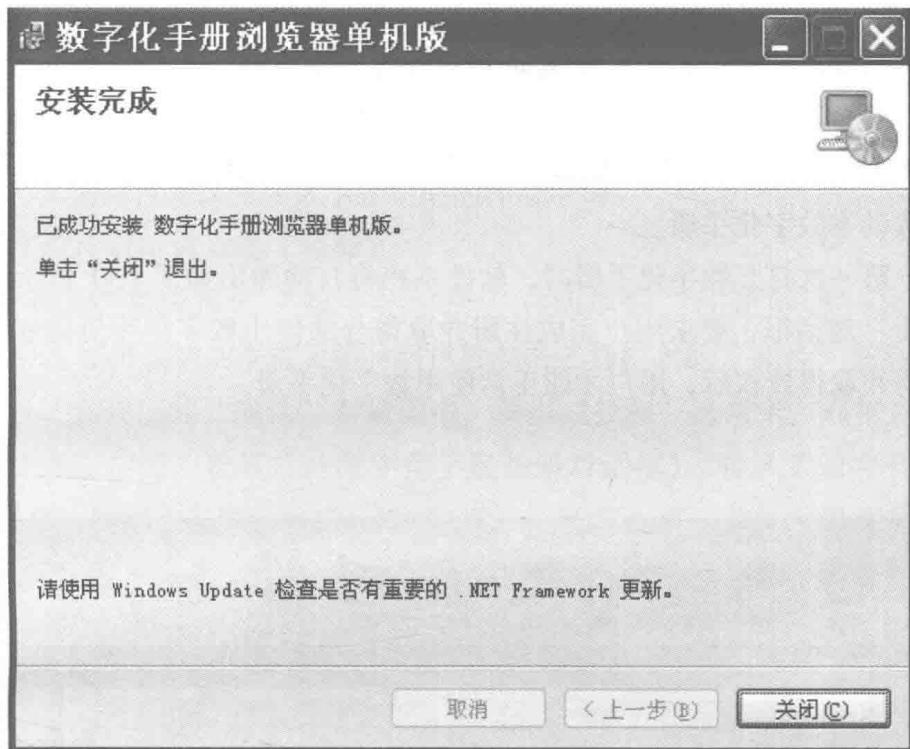

图 1-10 “安装完成”窗口
9) 当安装成功结束后, 安装向导显示图 1-10 所示的“安装完成”窗口, 提示用户系统已正确安装完成。单击“关闭”按钮, 完成安装。